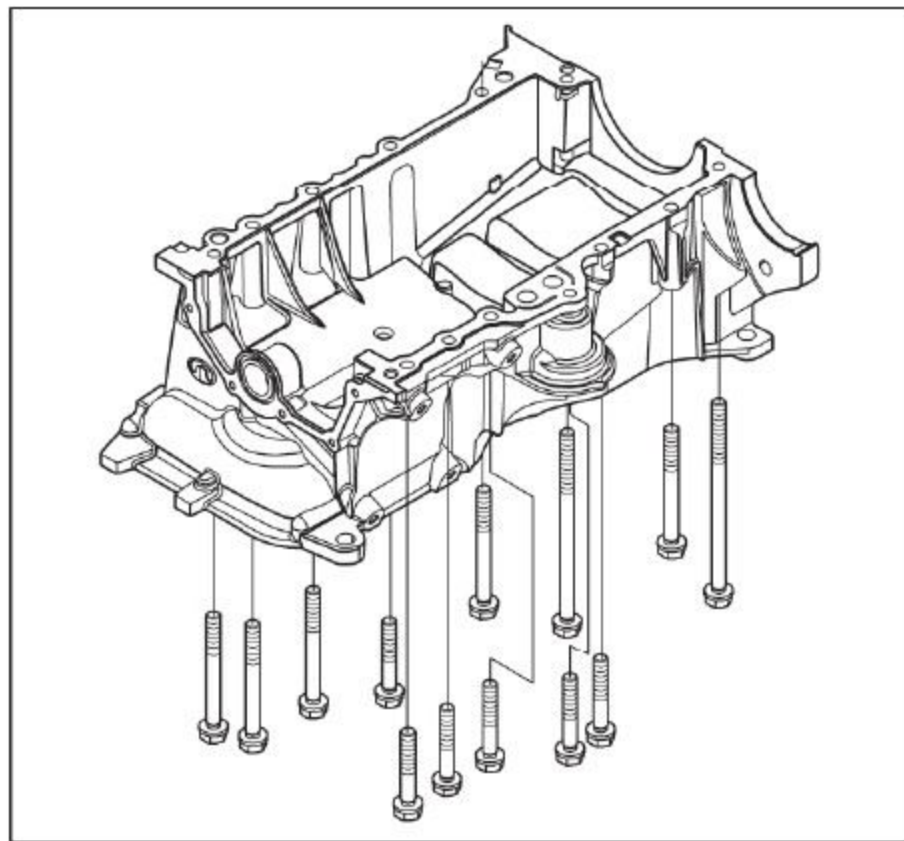
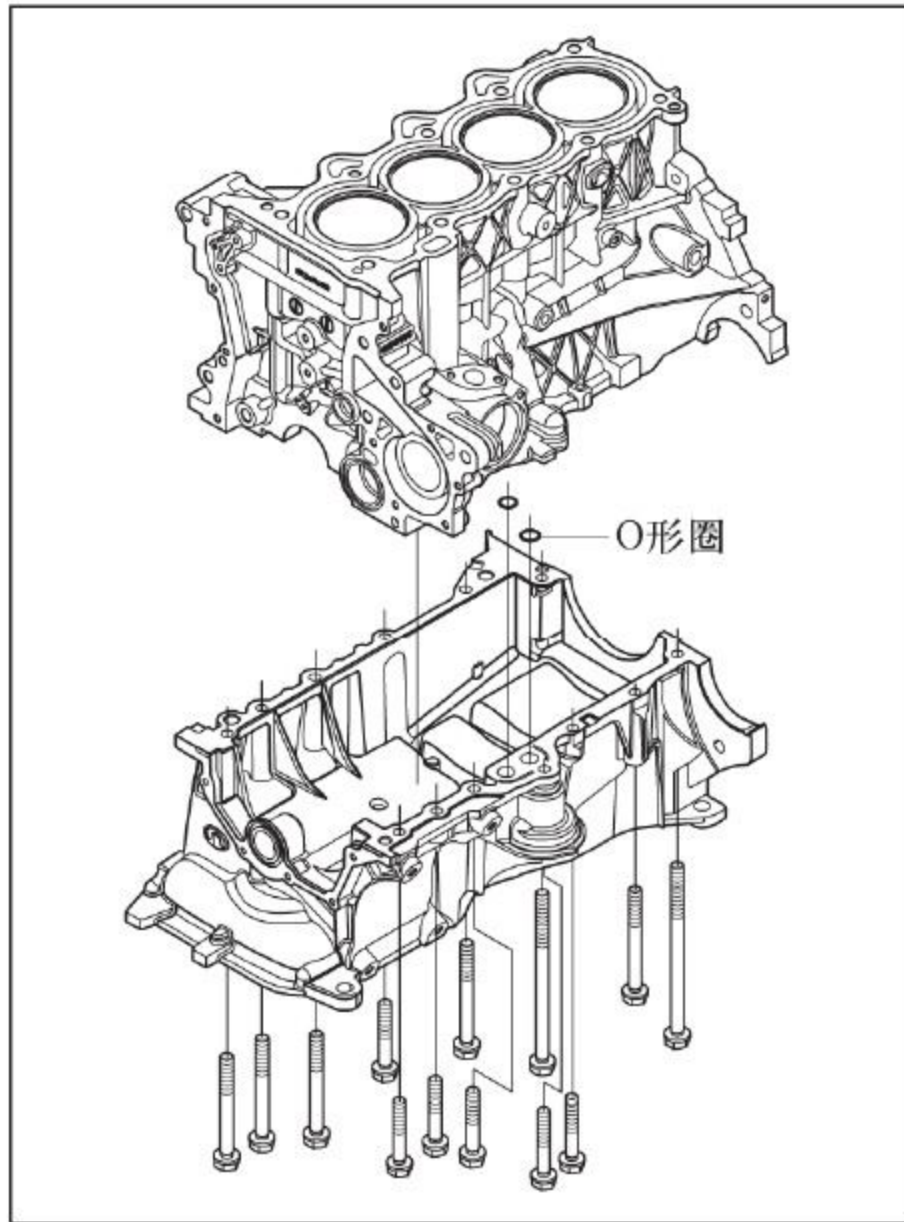

图12-4-2 拆卸下缸体紧固螺栓
图12-4-3 取出2个O形圈
- (1) 拆卸油底壳、机油滤清器、机油收集器和正时罩盖。
- (2) 拆卸紧固下缸体的螺栓，如图12-4-2所示。
- (3) 将下缸体取下。
- (4) 取出上、下缸体结合面的2个O形圈，如图12-4-3所示。